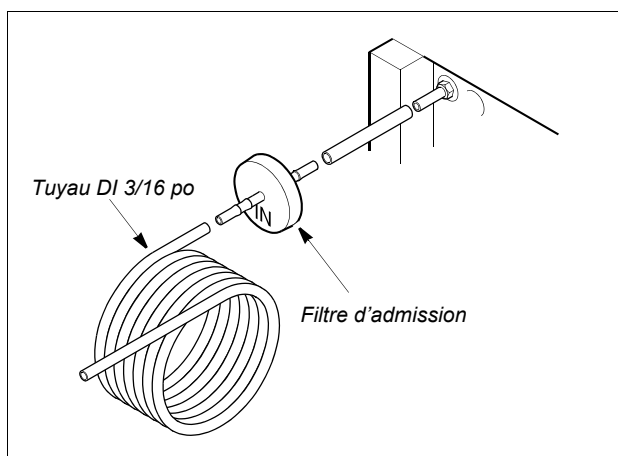

Figure 1-2. Branchements CO₂
4. Raccordez l'extrémité opposée au filtre d'admission de qualité supérieure (0,3 micron, fourni). Veillez noter que le côté du filtre marqué "IN" (admission) fait face à l'alimentation en gaz et non à l'arrière de l'incubateur (voir la Figure 1-2).